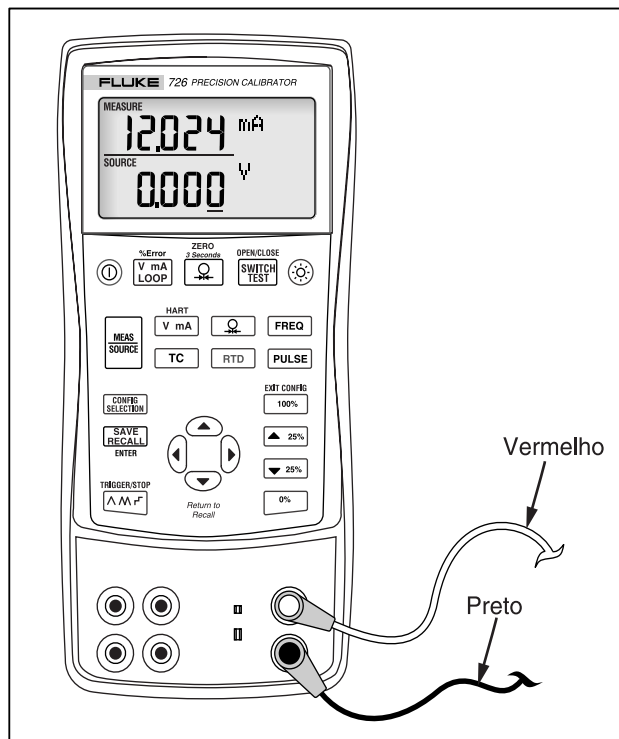

Figura 7. Medição de saída de tensão e corrente
2. Conecte os terminais conforme mostrado na Figura 7.